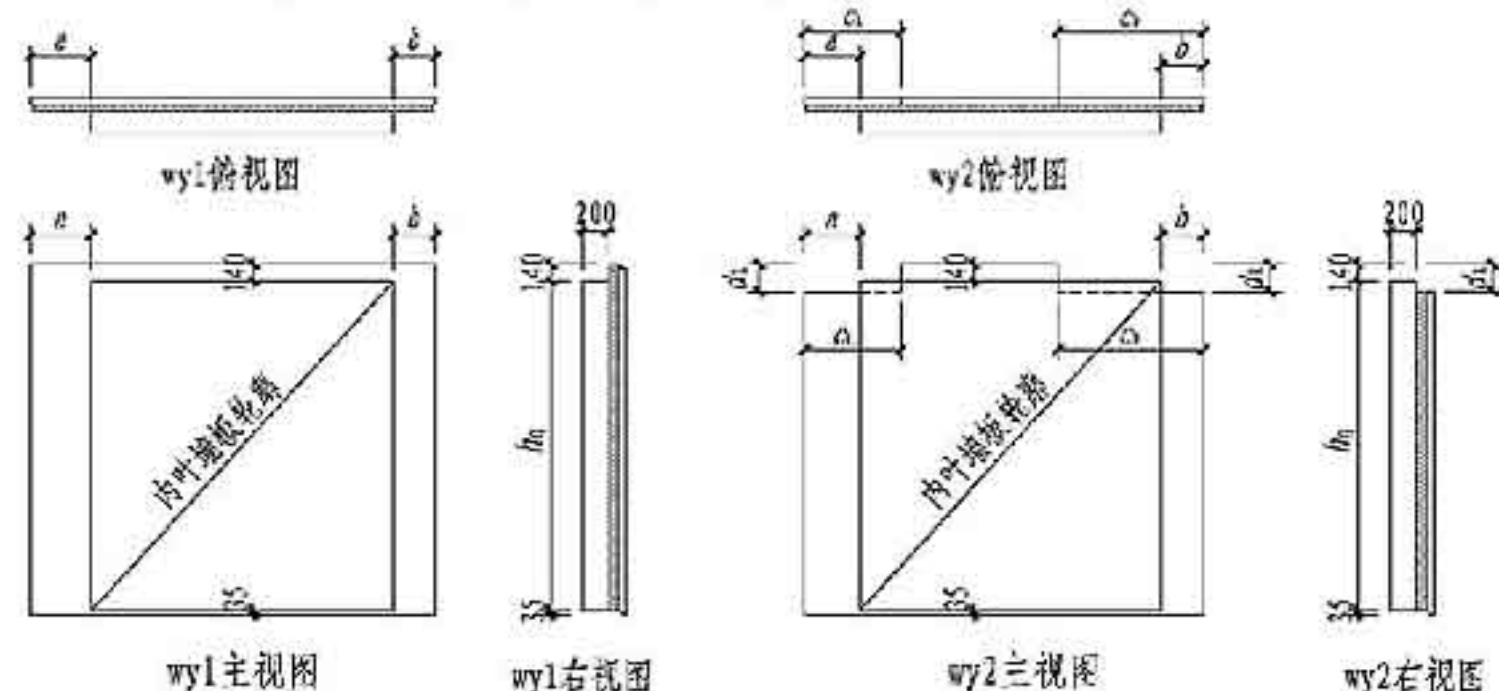

图2 外叶墙板类型图(内表面视图)
6.2 外叶墙板编号: 外叶墙板对应内叶墙板选用, 本图集给出两种类型wy1、wy2, 详见图2。